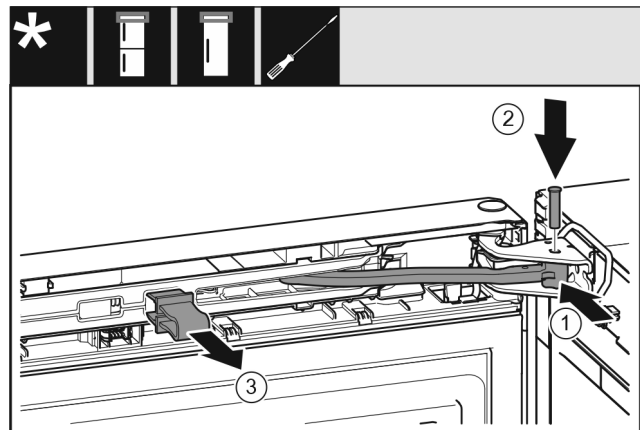

Fig. 72
- ▶ Scharnier Fig. 72 (1) in het lagerbok draaien.
- ▶ Bouten Fig. 72 (2) in het lagerbok en scharnier steken. Let hierbij op dat het vergrendelingslipje juist in de groef zit.
- ▶ Beveiliging Fig. 72 (3) wegnemen.